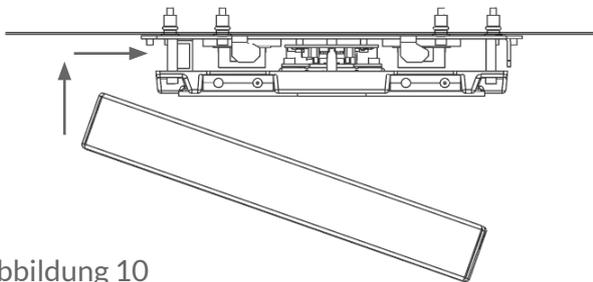

Abbildung 10
5. Haube schließen (siehe Abbildung. 10 bis 13).
6. Beim Fixieren der Haube darauf achten, dass die verliersicheren Schrauben (16) bis zum Anschlag angezogen sind.
5. Haube schließen (siehe Abbildung 10 bis 13).
6. Achten Sie beim Fixieren der Haube darauf, dass die verliersicheren Schrauben (16) bis zum Anschlag angezogen sind.